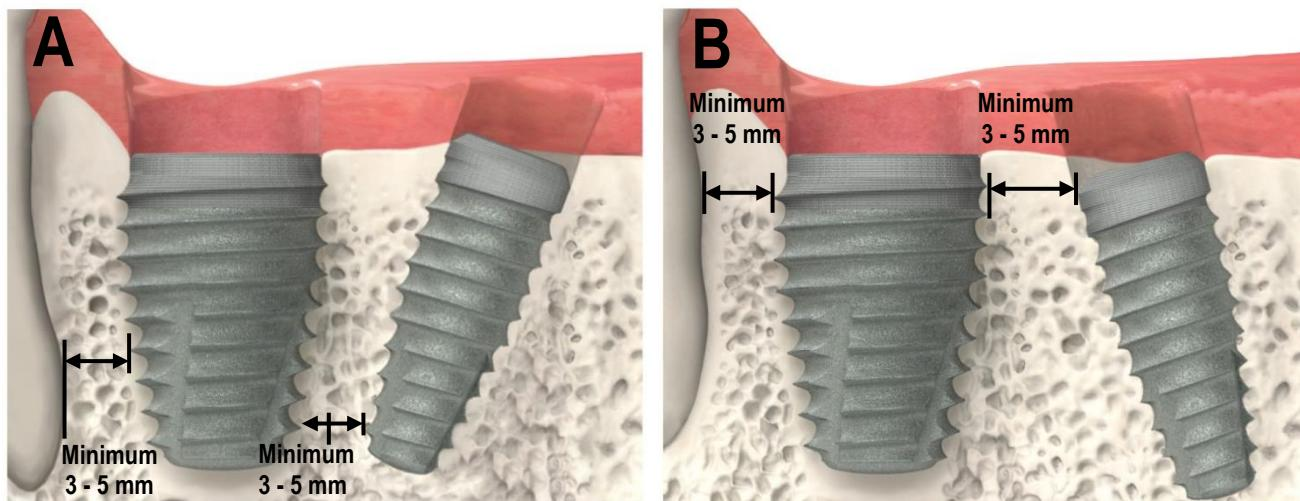

Figura 1. Avertismente și măsuri de precauție (3)
Implanturile dentare se pot rupe în funcționare din mai multe motive, inclusiv supraîncărcarea din cauza ocluziei necorespunzătoare, oboseala metalului și strângerea excesivă a implantului în timpul introducerii. Un anumit procent de implanturi poate să nu realizeze sau să mențină osteointegarea, așa cum a fost demonstrat prin mobilitate, și trebuie îndepărtate. Cauzele posibile ale fracturii bontului protetic includ, dar nu se limitează la: turnare peste un unghi de 30 de grade, turnare titan la o temperatură de peste 2010 °F (1099 °C), suport inadecvat al implantului atunci când este atașat la dintii compromisi periodontic, fixarea necorespunzătoare a superstructurii, supraîncărcarea din cauza ocluziei necorespunzătoare, poziționare incompletă a bonturilor cimentate și îndoirea excesivă a dintilor falși. Implanturile cu diametre mici, cu bonturi angulare sau drepte, sunt destinate regiunii anteroioare a gurii și nu sunt destinate pentru regiunea posterioară a gurii, din cauza unui posibil eșec al implantului. Implanturile conice IM (1) sunt limitate la regiunea molarilor; (2) restricționate la un singur implant pe loc de extractie molară; (3) trebuie poziționate la 3-5 mm de implanturile sau dintii adiacenți, cu distanța de la mărimea apicală a implantului până la implantul adjacente sau implant la punctul de contact al dintelui trebuie să fie la 3 mm față de creasta alveolară (**Figura 1**); (4) trebuie să se afle la cel puțin 1,5 mm distanță de suprafetele alveolare bucale sau linguale pentru a permite o integrare adecvată; și, (5) sunt utilizate atunci când chirurgul a stabilit că amplasarea unui implant cu un diametru mai mic ar crește probabilitatea de eșec din cauza unei stabilități primare reduse sau de proceduri chirurgicale care să ducă la complicații.